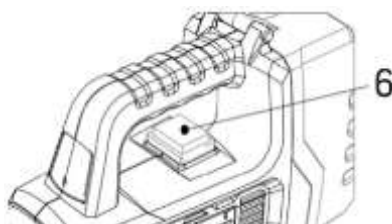

fig. 1
1. Repérez l'interrupteur d'alimentation (n° 6) et assurez-vous qu'il est en position OFF (arrêt) (fig. 1).